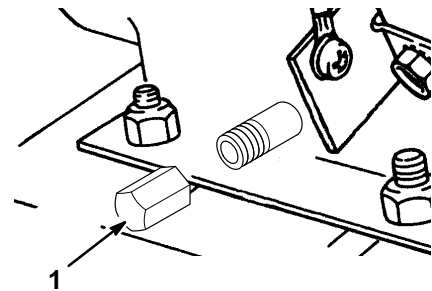

Abbildung 22
4. Den Bereich um die Ölablaßschraube herum reinigen (Abb. 22).
5. Den Ölauffangbehälter unter die Abblaßstutzenverlängerung schieben. Ölablaßschraube entfernen (Abb. 22).